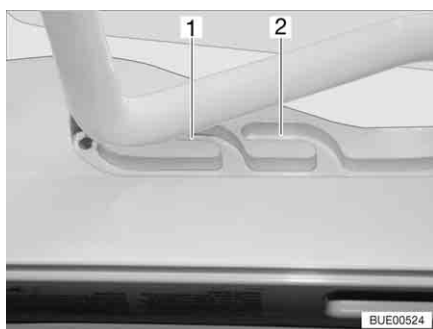
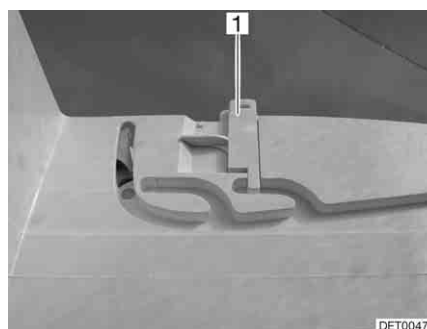

Bild 127 Heki-takluckan i ventilationsläge
Bild 128 Lås ventilationsläge
Heki-takluckan kan ställas i två ventilationslägen: Läget för dåligt väder (Bild 127,1) och mittläget (Bild 127,2). Beroende på modell kan takluckan låsas i mittläget med de båda spärrarna (Bild 128,1) till höger och vänster om ramen till takluckan.
- Tryck bygel lätt uppåt och skjut in den i det valda spåret (Bild 127,1 eller 2) och lås eventuellt.